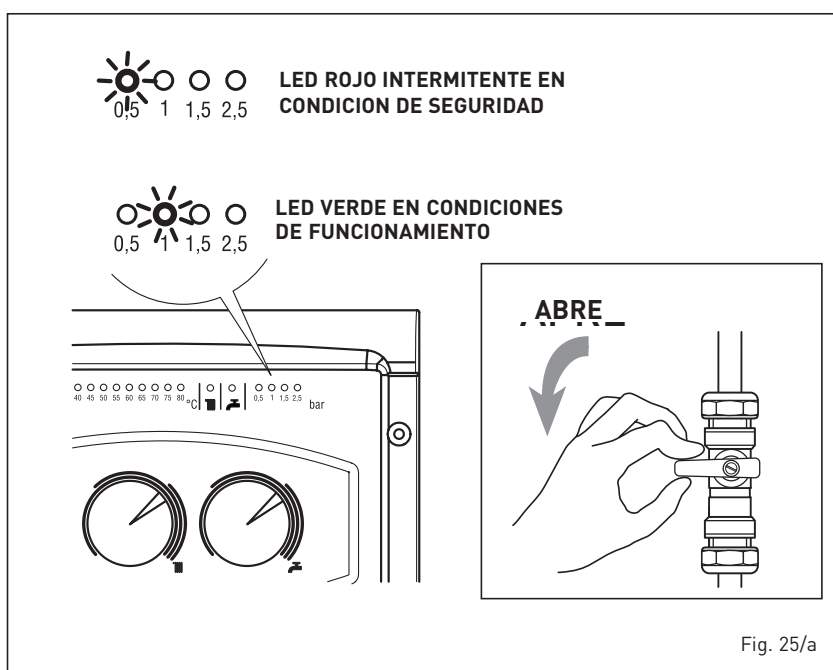

Fig. 25/a
- **Intervención termóstato de seguridad** (fig. 25/b)